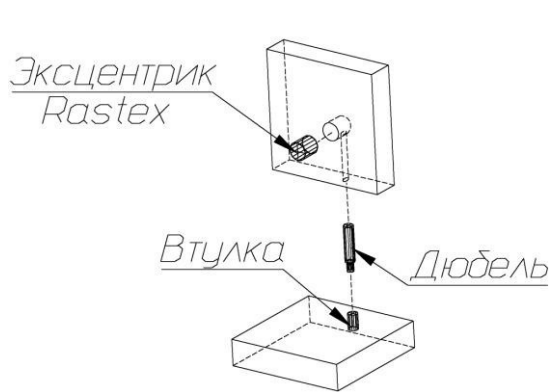

Рис. 1
1. В боковые стенки (32), (33), горизонтальные щиты (39), (40), полки (41) в имеющиеся отверстия установить эксцентрики, таким образом, чтобы стрелка была повернута в сторону отверстия в торце.
2. В установленные муфты эксцентриковых стяжек на боковых стенках (32), (33), верхнем щите (38), нижнем щите (37) ввернуть дюбели, в соседние отверстия установить шканты (рис.1).
3. Установить подпятники-гвозди на нижний щит (37).